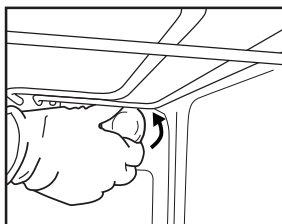
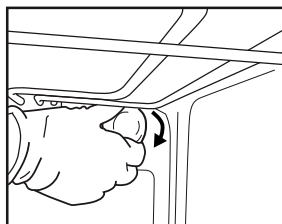

Fig. 6
Fig. 7
2. Desenrosque la cubierta de la bombilla (Fig. 6), cambie la bombilla (consulte la nota sobre el tipo de bombilla) y vuelva a atornillar la cubierta (Fig. 7).